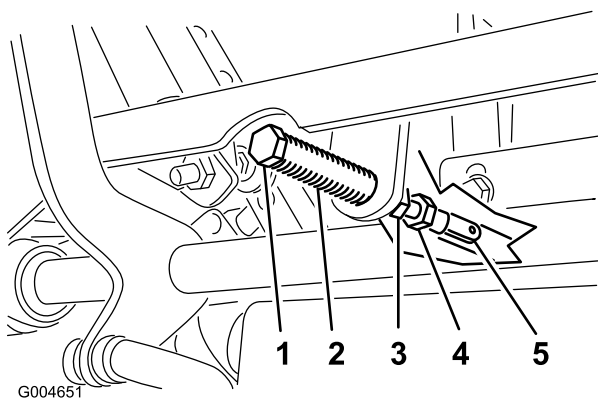

Figure 61
5. Tirez-le ensuite en arrière jusqu'à ce que l'axe de chape (situé sur un bras au-dessus de l'axe de pivot) touche l'extrémité de l'encoche (c.-à-d. commence juste à appuyer sur le ressort) (Figure 61).
7. Si un réglage s'impose, desserrez l'écrou et l'écrou de blocage vissés contre la chape (Figure 61).
8. Appliquez une légère pression à l'arrière du levier, et tournez la tête du boulon de réglage dans le sens voulu pour centrer le levier à la position de verrouillage au point mort (Figure 61).
9. Serrez l'écrou et l'écrou de blocage (Figure 61).
9. Serrez les écrous de blocage contre les rotules (Figure 61).